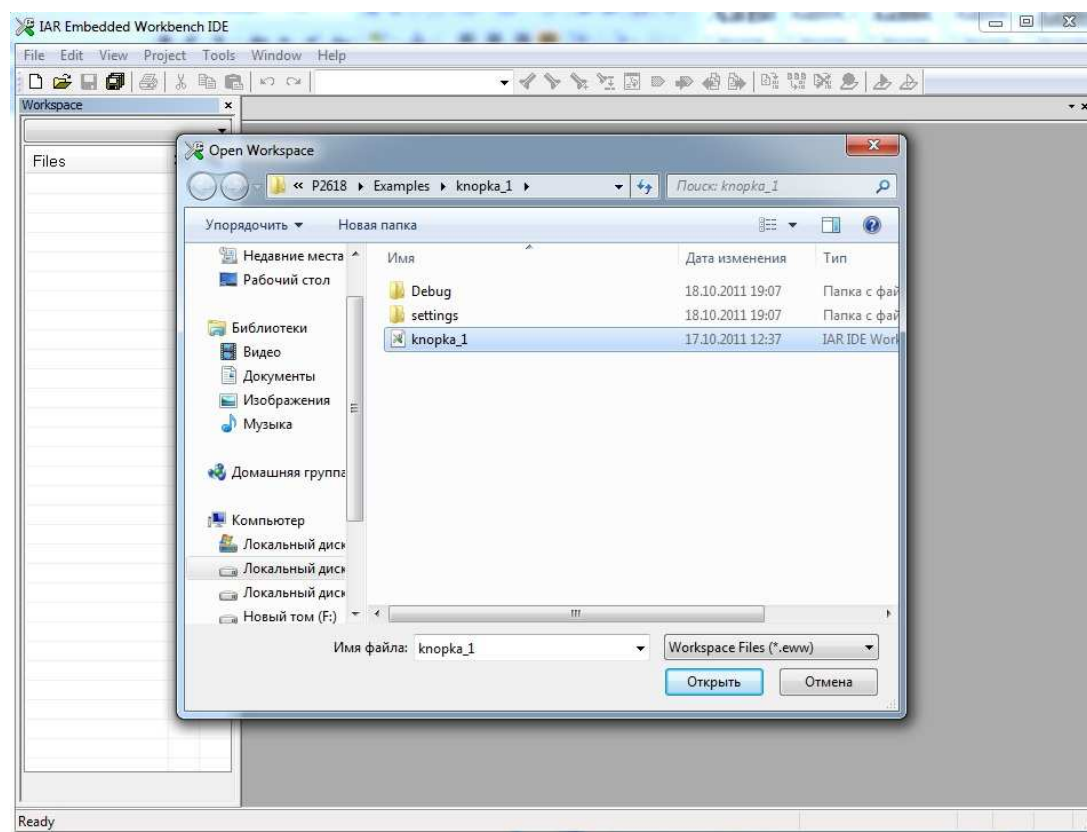

Рис. 3. Открытие проекта в IAR Embedded Workbench IDE
1.2. Откройте проект кнопка_1, пройдя по пунктам меню File → Open → Workspace и выбрав проект кнопка_1.eww (рис. 3).